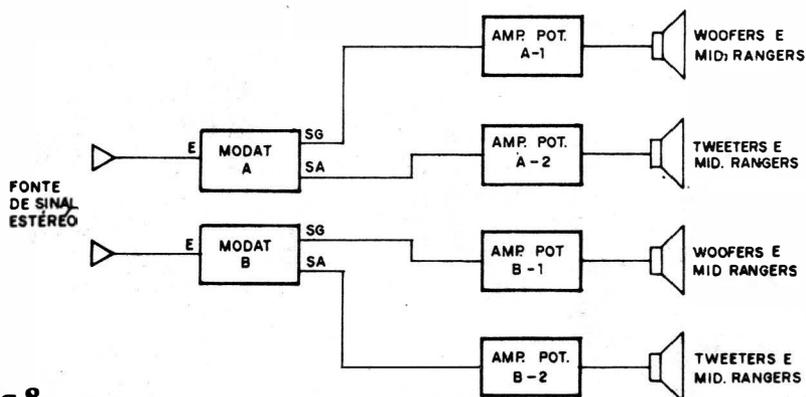

Fig.8
- **FIG. 8** - UM PODEROSO "QUADRAFÔNICO" AMBIENTAL, COM O MODAT - Em utilizações